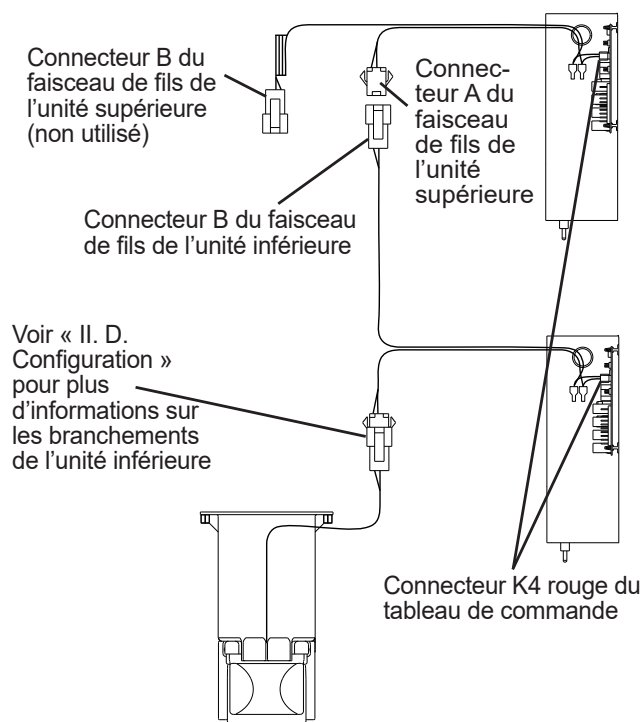

Fig. 6
- 7) Déposer le support de câble de commande de bac depuis l'intérieur de l'unité supérieure. Voir fig. 6. Laisser l'ensemble de commande de bac de l'unité supérieure dans sa position d'origine. Il ne sera pas utilisé.